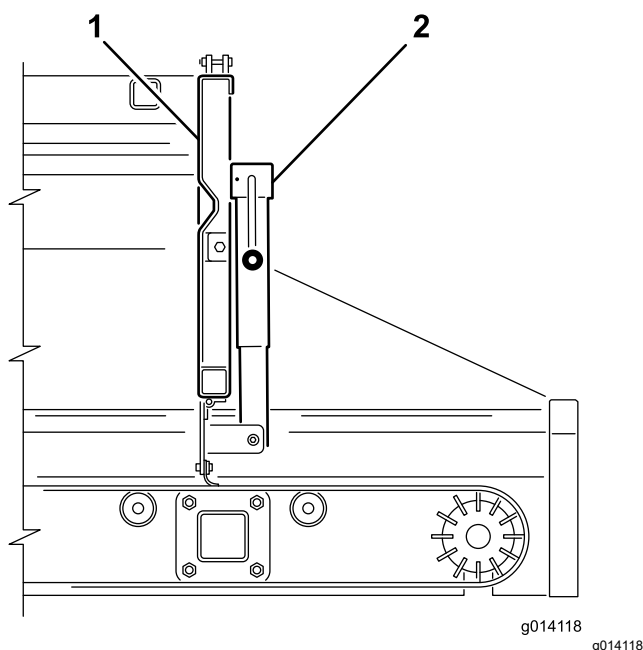
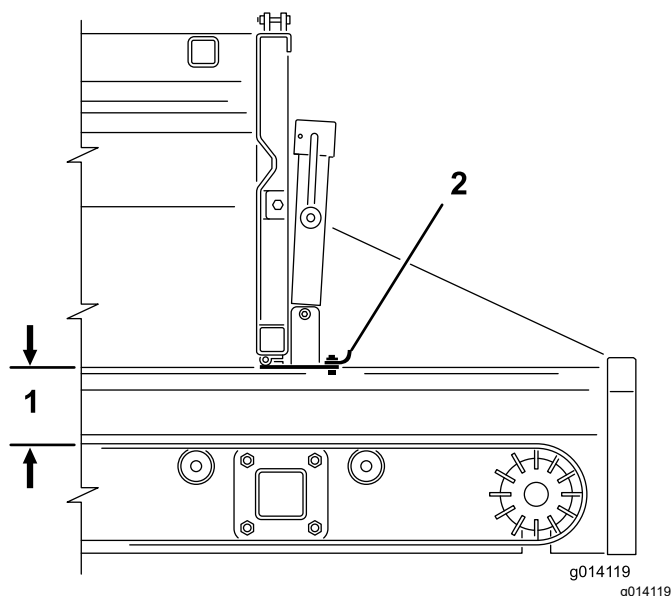

Bild 43
Bild 44
2. Öffnen oder schließen Sie den verstellbaren Teil der Heckklappe mit dem Achsständergriff (Bild 43 und Bild 44). Dies schränkt den Materialfluss beim Verwenden einer Option ein.